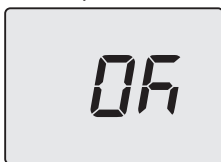

Figura 9.6
- Premendo il tasto 14 (Figura 9.1) si ottiene la conferma del valore inserito. Il display visualizzerà per 5 sec. quanto segue (Figura 9.6) poi, si porterà al livello superiore.